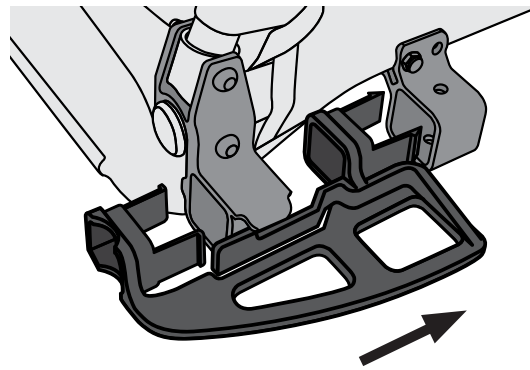

Figura 7
1. Coloque el guardabarros como se indica (Figura 7).